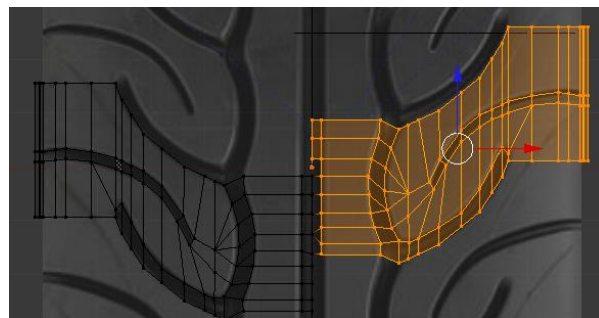

Figura 5.97
**30.** Na janela Front Ortho, seleccione a metade direita da malha e desloque-a segundo **zz** ajustando-a à imagem do rasto. E proceda às alterações da colocação dos vértices e arestas que lhe pareçam relevantes, figura 5.97.